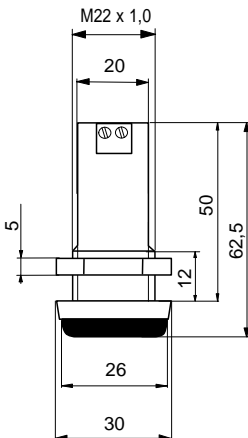

fig.3
## Voyant à LED (Fig.3)
## LED indicator lamp (Fig.3)
## Señales con LED (Fig.3)
- soit un voyant à visser pour parois minces  $\leq 6$  mm (fig. 3 et 8)